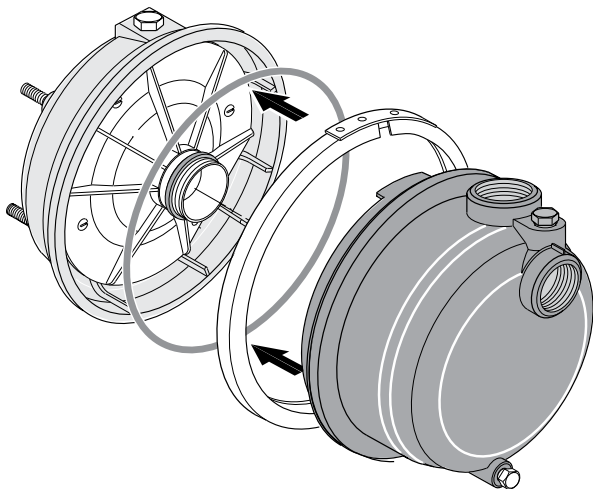

Figure 27 – Remontage de la pompe
2. Poser le joint torique dans la gorge du flasque. Remonter les moitiés de la pompe. (Figure 27).